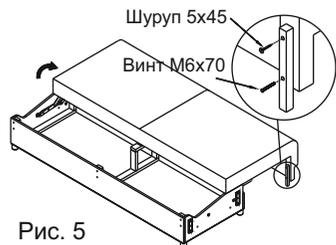

Рис. 5
- прикрутить металлические опоры к передней панели сиденья (Рис.5)